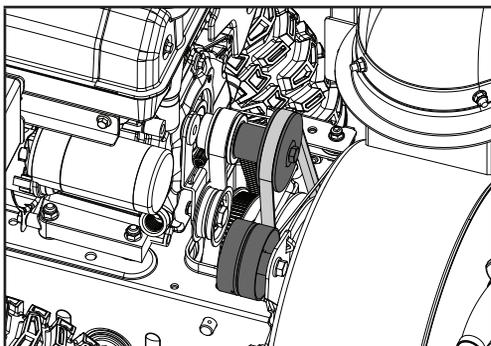

Figure 35
9. Lorsque la courroie est bien installée sur la poulie avant et la poulie d'entraînement de tarière, tirez la poulie tendeur de tarière vers l'arrière, loin de la courroie et faites glisser la courroie dans la poulie. Vous pouvez tirer sur le ressort de recul pour faire tourner la poulie afin que la courroie soit bien mise en place (figure 35).